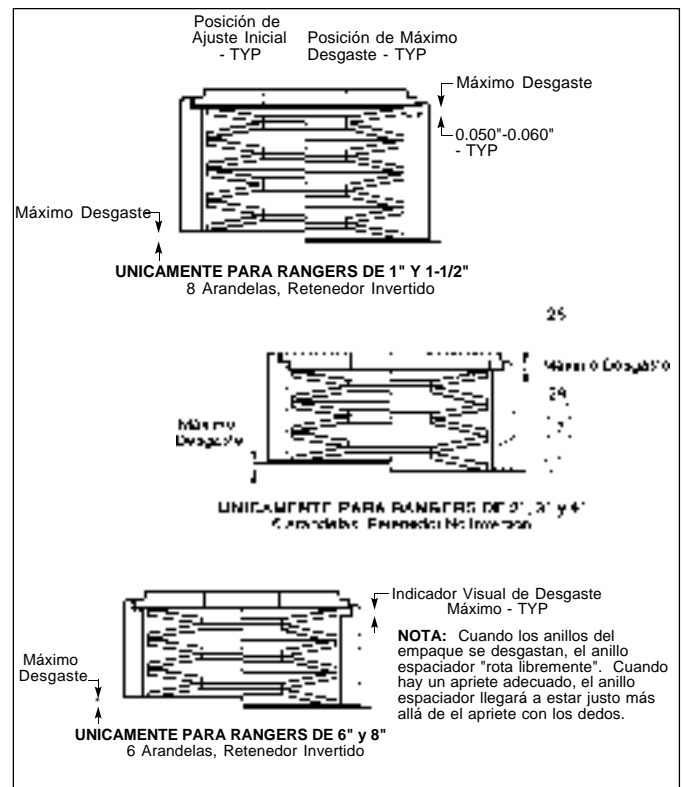
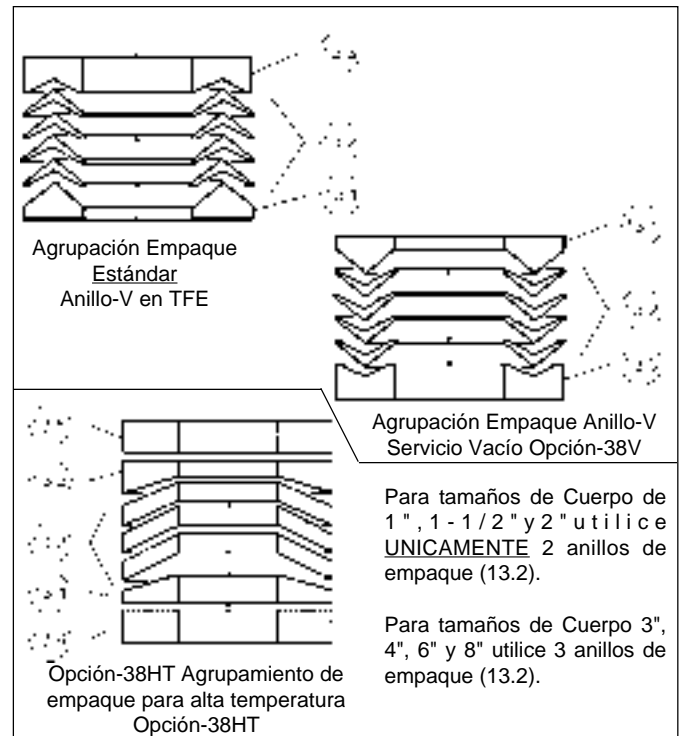

Figura 9: Diseño del Empaque de Carga Viva para la Ranger
Figura 11: Orientación de la Agrupación del Empaque
1. Asegúrese que las tuercas para espárragos de la brida del prensaestopa (22) no se han soltado durante el transporte.
2. Para construcción de carga no viva apriete a mano las tuercas (22) suficientemente como para detener cualquier escape. No sobreapriete.
3. Para construcción de carga viva si el anillo espaciador (29) esta suelto, apriete ambas tuercas (22) uniformemente hasta que el anillo espaciador (29) se "gire libremente" utilizando 2 dedos. Rote
ambas tuercas (22) 1/2 vuelta adicional para una correcta carga del empaque. Ver la Figura 9 para una correcta orientación del diseño de empaque de carga viva.
- Desmante el ensamble actuador (AA) del ensamble del cuerpo de la válvula (BA). Refiérase al manual de mantenimiento del actuador IOM-48 o 148/148X.
2. De forma segura instale el cuerpo (1) en una prensa de banco con el vástago (7) horizontal a el piso. Haga marcas de referencia del ensamble entre el yugo (12) y el cuerpo (1) para asistir en la orientación final cuando se reensamble.
- a. Afloje las tuercas de la brida del prensaestopa (22) hasta que exista una luz entre el lado inferior de la tuerca (22) y el retenedor (28).
- b. El anillo espaciador (29) debe "rotar libremente". Si el mecanismo agrupado (27) (28) (29) no esta suelto debido a la corrosión, escombros o suciedades en el empaque etc, golpee suavemente el anillo espaciador (29) mientras intenta moverlo hacia arriba utilizando una herramienta plana delgada.
- c. Desmonte ambas tuercas de la brida de la prensaestopa (22) pero hágalo únicamente después que el mecanismo de carga viva (27) (28) (29) esta libre y suelto.
- d. Mueva hacia arriba con vigor ambos mecanismos de carga viva (27) (28) (29) pero un lado a la vez. Levante cuidadosamente el mecanismo (27) (28) (29) sobre el espárrago (21) asegurándose que la arandela belleville (27) no se caiga al removerla, previniendo una deformación de las arandelas (27) y la orientación de una con respecto a la otra. Posicione los dos mecanismos (27) (28) (29) abajo y juntos, lado por lado.
- e. Inspeccione los retenedores (28) para orientación. Ambos retenedores (28) deben tener la misma orientación. Una orientación inadecuada/diferente ocasionará un desbalanceo de la carga de los anillos prensaestopa (13). Ver la Figura 9 para una orientación adecuada.
- f. Inspeccione ambos grupos de arandelas (27) para una orientación adecuada levantando cuidadosamente el anillo espaciador (29) y el retenedor (28), para exponer el grupo de arandelas (27). Cada grupo de arandelas (27) deben tener la misma orientación. Una orientación inadecuada/diferente ocasionará un desbalanceo de la carga del juego de anillos prensaestopa (13). Vea la Figura 9 para una orientación adecuada.
- g. Si existe algún signo de corrosión, reemplace todas las arandelas belleville (27). Se recomienda cambiar el juego total de arandelas. Si encuentra corrosión del anillo espaciador (29), retenedores (28) o de los espárragos (21) reemplácelos.
- h. Desmonte el yugo (12) removiendo los dos tornillos (19) para válvulas de 1", 1-1/2" y 2" o las tuercas (22) en tamaños de 3", 4", 6" y 8".
- i. Hale el yugo (12), brida (14), anillo prensaestopa (15) y casquillo del anillo prensaestopa (16) hacia fuera por el extremo del subensamble del vástago (7). Si encuentra corrosión significativa del anillo prensaestopa (15), reemplácelo. Siempre reemplace el
1. Monte de forma segura el cuerpo (1) en una prensa de banco y con el vástago (7) vertical con relación al piso. Reensamble el vástago (7) de forma adecuada como se mostro en la Subsección E., F., o H.
2. Nunca reemplace el prensaestopa (13) sin reacondicionar la fineza de la superficie del vástago (7) y la de la caja del prensaestopa según se mostró en la Subsección IV.D.
3. Para Anillos de Empaque V en TFE. (Ver la Figura 11.)
NOTA: Siga el texto relacionado con la correcta orientación del empaque "estándar" (13). El procedimiento de agrupamiento del empaque difiere ligeramente para otras opciones de empaque. Ver la Figura 11.
- a. Remueva el casquillo del anillo prensaestopa (16). Limpie con solvente la guía del empaque (15). Inserte el nuevo casquillo del anillo prensaestopa (16). Asegurese de no sobrelapidar el casquillo (16).
- b. Coloque cuidadosamente el adaptador inferior (13.1) del juego de anillos prensaestopa (13) sobre el extremo del vástago (7), y orientado adecuadamente (ver la Figura 11). Utilizando el buje de empaque (15) empuje el adaptador (13.1) entre la caja del prenestopas del cuerpo (1).
- c. Instale cuidadosamente el primer anillo V prensaestopa individual (13.2) sobre el extremo del vástago (7) y orientado adecuadamente. Empuje hacia abajo tanto como sea posible utilizando los dedos. Coloque cuidadosamente cada anillo (13.2) sobre el otro hasta que todos estén agrupados y orientados adecuadamente.
- d. Coloque el anillo adaptador superior (13.3) sobre el extremo del vástago (7) y orientado adecuadamente.
- e. Coloque el buje del empaque (15) sobre el extremo del vástago (7) debidamente orientado, hasta que siente sobre el anillo adaptador superior (13.3). Empuje hacia abajo la guía del empaque (15) utilizando sus dedos; todos los anillos V (13.2) y adaptador superior (13.3) deben deslizarse fácilmente entre la caja prensaestopas del cuerpo (1).
- i. Coloque cada arandela agrupada (27) sobre su espárrago (21) y orientada como se mostró en la Figura 9.
- j. Coloque cada anillo espaciador (29) sobre su espárrago (21) y sobre las arandelas (27) agrupadas y orientadas como se mostró en la Figura 9.
- k. Ubique cada retenedor (28) sobre su espárrago (21) orientado como se mostró en la Figura (9). Asegurese que cada retenedor (28) está posicionado adecuadamente entre la ranura de cada anillo espaciador (29) y que la inversión de los retenedores (28) sea correcta.
- a. Limpie con solvente el buje de empaque (15).
- b. Coloque cuidadosamente el anillo trenzado inferior (13.4) por el extremo del vástago (7). Utilizando el buje del empaque (15) empuje el anillo trenzado (13.4) entre la caja prensaestopas del cuerpo (1). **NOTA: Sera necesario halar hacia arriba el vástago (7) para que los anillos (13.2, 13.4) y adaptador inferior (13.1) sean empujados entre la caja prensaestopas.**
- c. Coloque cuidadosamente el adaptador inferior (13.1) orientado adecuadamente (ver la Figura 11) por el extremo del vástago (7) y empuje entre la caja prensaestopas similar a como se hizo con el anillo trenzado (13.4) del Paso 4.b.